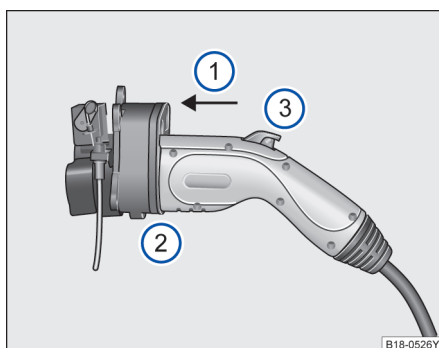

图 119 充电插头示意图
请将充电插头平行地插入充电插座 → 图 119 ①。
请将充电插头完全插入充电插座 → 图 119 ②。
请确保充电插头上的按钮处于弹起状态 → 图 119 ③。